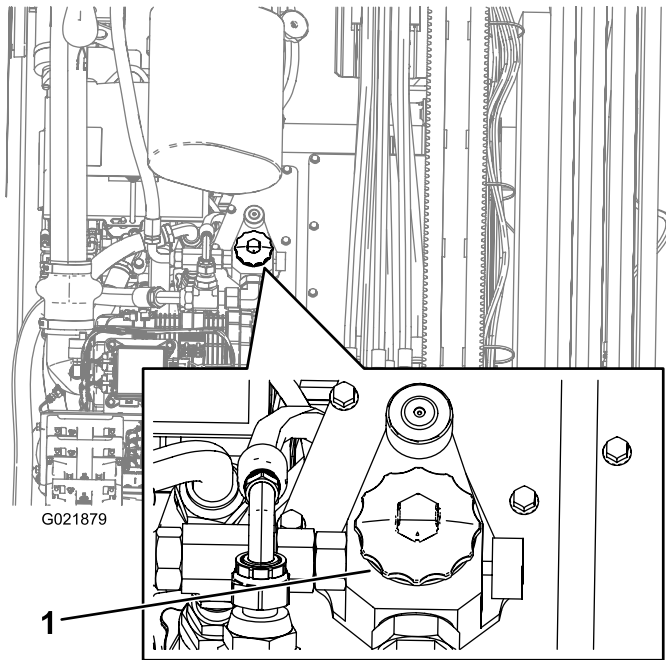

Figura 109
4. Abra a tampa do reservatório hidráulico (Figura 109).
10. Posicione uma bandeja de drenagem sob o filtro e remova o filtro (Figura 109).